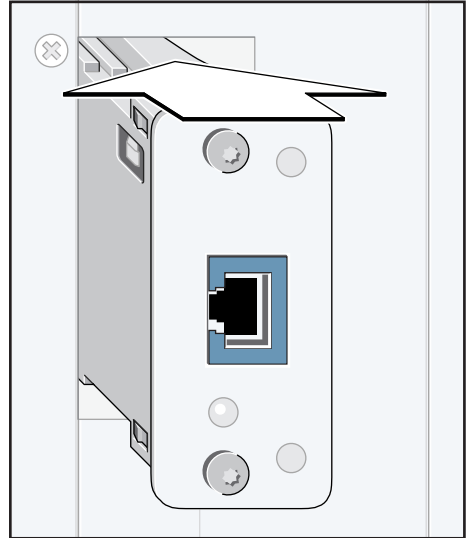

Abb. 2: Beispiel: Einstecken des Schnittstellenmoduls
2. Das Schnittstellenmodul IMmtcp in den vorgesehenen Steckplatz an der Systemkomponente bis zum Anschlag einstecken (Beispiel in Abb. 2).